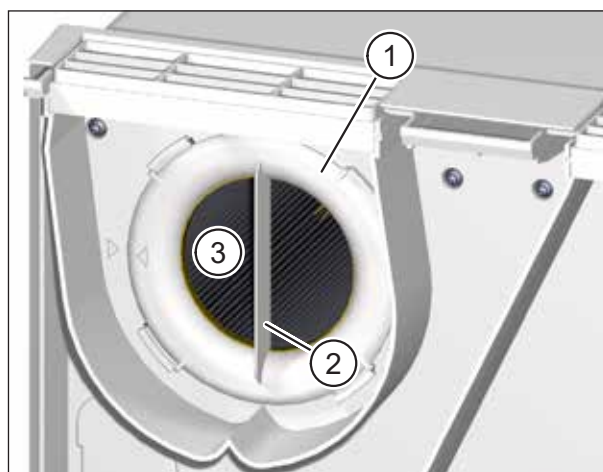

Fig. 6 : Enlever le filtre d'air repris, nettoyer l'anneau du filtre
- ▶ Tournez l'anneau du filtre (pos. 1 dans Fig. 6) sur la poignée (pos. 2 dans Fig. 6) dans le sens inverse des aiguilles d'une montre, jusqu'à ce que l'anneau du filtre se détache des supports.
- ▶ Extrayez l'anneau du filtre, avec le filtre d'air repris (pos. 3 dans Fig. 6), hors de l'appareil d'aération.
- ▶ Vérifiez la position de l'anneau du filtre. Il faut que la poignée soit en position verticale et que la flèche sur l'anneau du filtre soit alignée avec la flèche de la position d'arrêt (voir Fig. 6 à la page 12).